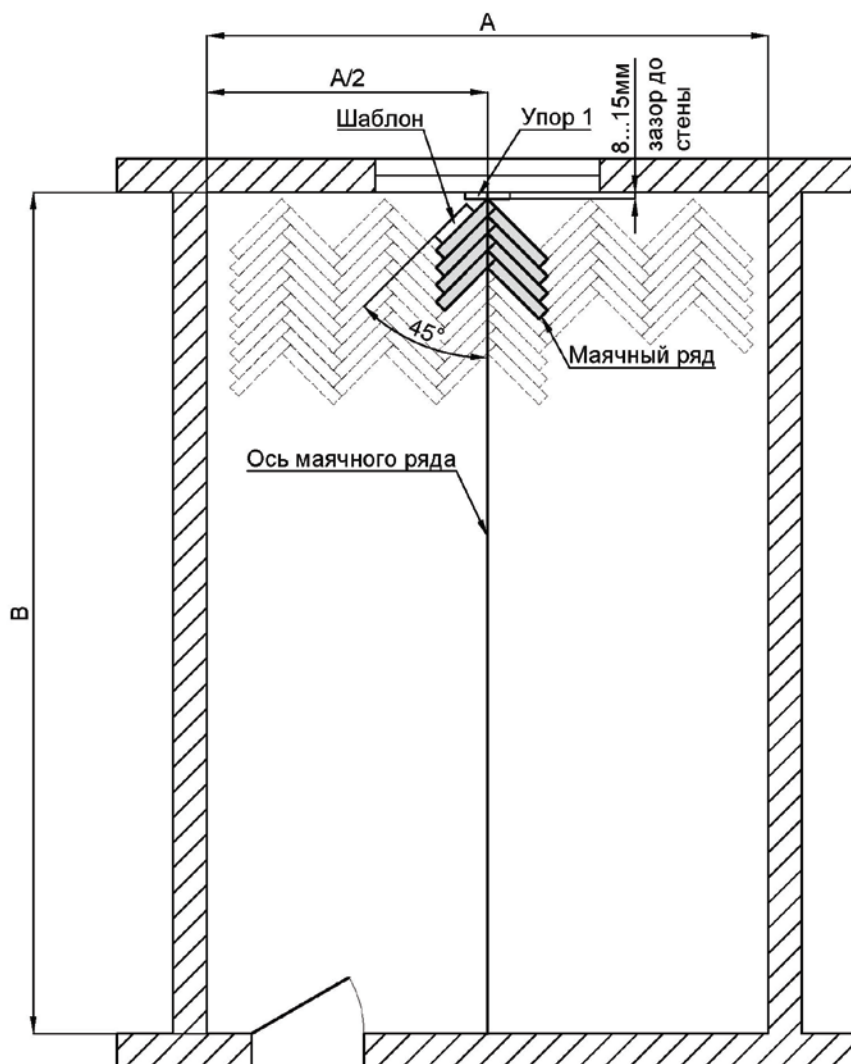

Рисунок 1
- Для удобства предварительно спланируйте первые 6-8 планок «насухо», на место их установки нанесите клей и, плотно прижав к шаблону первую стартовую планку левого ряда, приступают к установке «маячной елки». Маячный ряд нужно укладывать так, чтобы под шнуром находился левый ряд планок, а углы планок правого ряда только касались линии шнура (рис. 1).